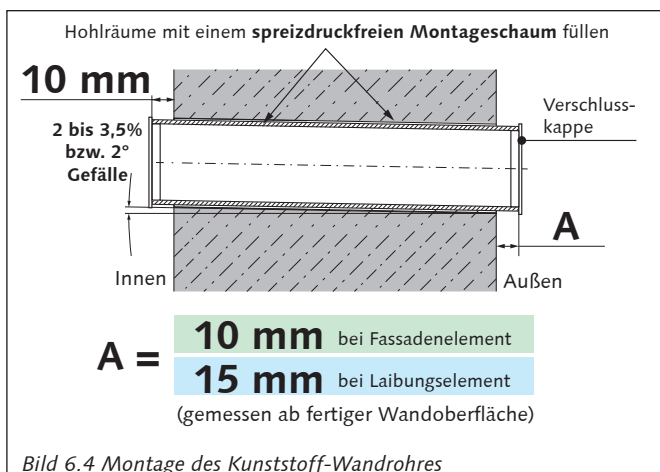

Bild 6.4 Montage des Kunststoff-Wandrohres
1. Bereiten Sie eine runde Kernlochbohrung mit 2 - 3,5 % bzw. 2° Gefälle nach außen in der Außenwand vor (siehe Bild 6.4).
2. Kürzen Sie das Kunststoff-Wandrohr auf das **erforderliche Maß** (Bild 6.4):
4. Füllen Sie die Hohlräume zur thermischen Entkopplung und Befestigung zwischen der Wand und dem Rohr oder der Wand und dem Rohr mit dem optionalen erhältlichen Isolierzuschnitt (Art.-Nr. 60WDACISO600 oder 60WDACISO700 - Bild 6.4), mit einem geeigneten spreizdruckfreien Montageschaum; z.B. Zargenschaum oder Fenster- und Türenschaum.